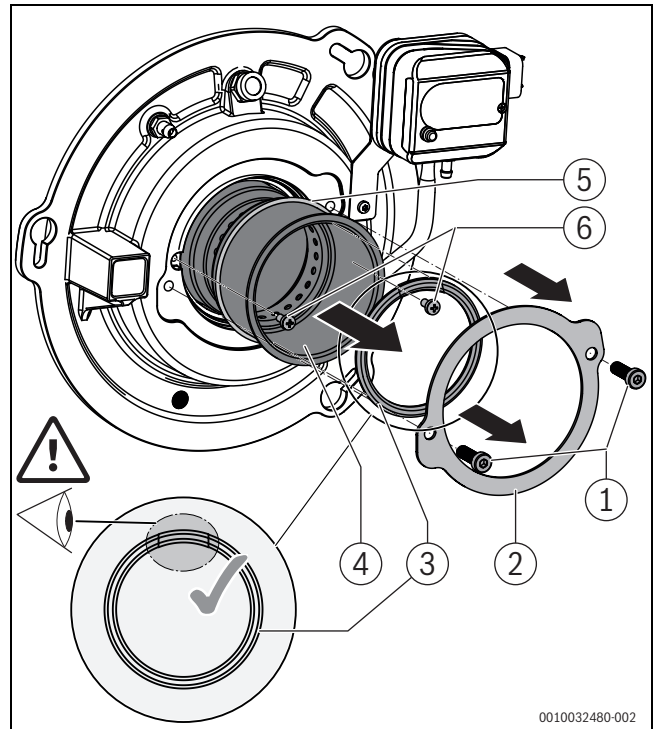

Bild 75 Brennerrohr austauschen
- Dichtung D81 verwenden. Darauf achten, dass die Nahtstelle der Dichtung in 12-Uhr-Position eingebaut wird (→Bild 75, Seite 40).
- Um das Brennerrohr auszutauschen (→ Bild 75):